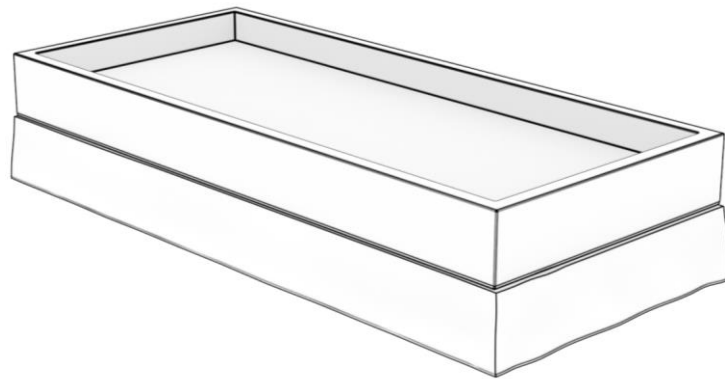

Abbildung 4: Installieren der Schutzfolie über den Schaumkern.
Schritt 4. Legen Sie die Schutzfolie wie in Abbildung 4 dargestellt über den Schaumkern. Ziehen Sie die Sicherheitsfolie an den Rändern über den Schaumkern, wobei Sie zuerst an den Ecken und dann an den Seiten von der Mitte jeder Seite aus ziehen.